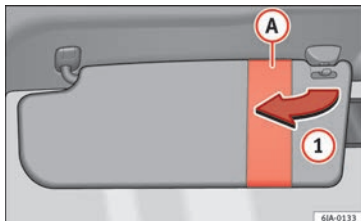
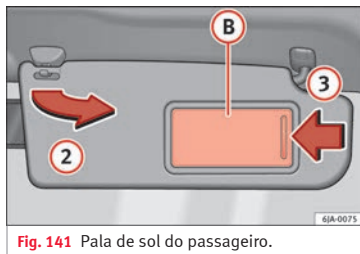

Fig. 140 Pala de sol do condutor.
Fig. 141 Pala de sol do passageiro.
As palas de sol do condutor e do passageiro podem ser desencaixadas dos seus suportes centrais e viradas para as portas no sentido da seta ① » Fig. 140 e ② » Fig. 141 respetivamente.
A pala de sol do passageiro vem fornecida com um espelho de cortesia ② com tampa. A tampa abre-se deslizando-a no sentido da seta ③ » Fig. 141.